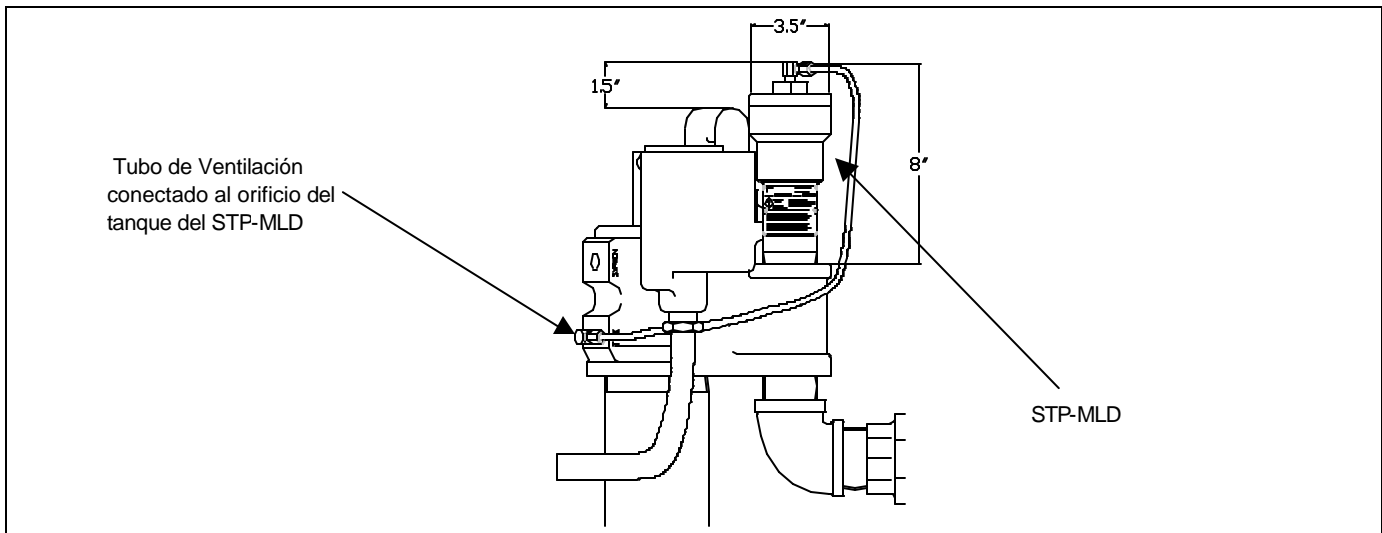

Figura 2
6. Enrosque el detector de fugas al puerto de la bomba o adaptador "T" y apriételo con una llave de tuerca de 1 ½ pulgada o una llave de tubo en la parte superior hexagonal. Para asegurar un sello confiable, el MLD debe de ser apretado a un mínimo de 138 pies-libra. (Vea Figura 2)
La STP/IST de FE Petro tiene dos orificios marcados: uno para el sistema de sifón y otro para el retorno al tanque. El detector de fugas debe ventilarse sólo al orificio del tanque. Es el orificio más cerca al tanque. No conecte un detector de fugas al orificio del sifón, ya que esto puede hacer que el detector de fugas no funcione, haciéndolo incapaz de detectar una fuga, resultando en riesgo de contaminación ambiental (vea Figura 2).